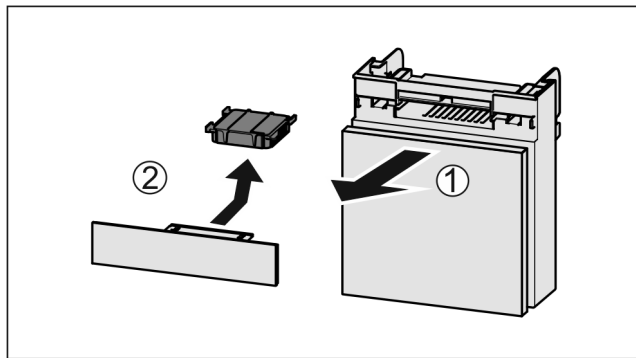

Fig. 140
- ▶ Estrarre il vano tirando in avanti Fig. 140 (1).
- ▶ Rimuovere il filtro a carboni attivi Fig. 140 (2).